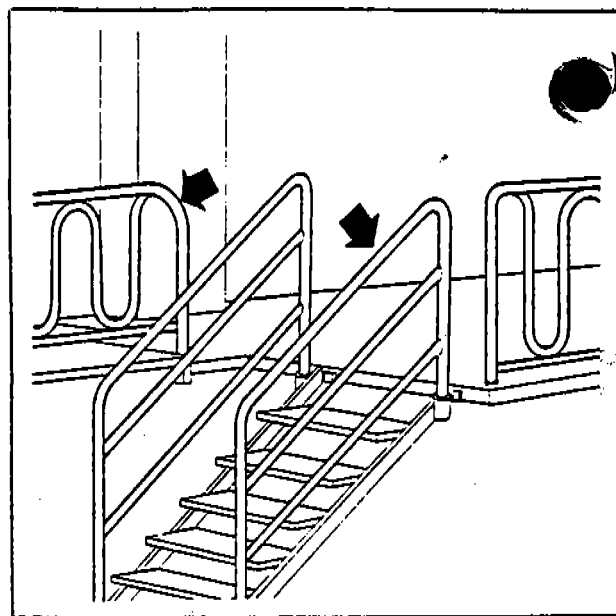

Fig. 31
- Position all fences on stairs and platform, matching the marks and secure them with pins and safety clips (Fig. 31).
- Montare i cancelli di sicurezza sulla pedana e scale, rispettando le sigle riportate sulla pedana (Fig. 31). Fissare con relative spine e copiglie.